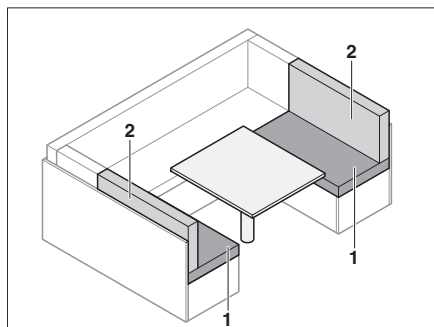

Fig. 70 Prima della trasformazione
- Togliere i cuscini dello schienale (Fig. 70,2).